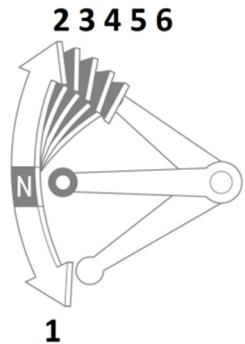

Рисунок 3.6
Мотоцикл имеет пять или шесть передач, в зависимости от модели двигателя (см. рис.3.6). Рычаг переключения передач 5 (фото 2.1) находится на левой стороне двигателя. Первая передача включается вниз, остальные наверх. Нейтральная передача находится между первой и второй передачами. Пожалуйста, проверьте этикетку на двигателе для определения правильного порядка переключения передач.
3. Нажмите на рычаг переключения передач вниз (рис. 3.6), в положение первой передачи.
5. Набрав скорость, ручкой акселератора 1 закройте дроссельную заслонку, выжмите рычаг сцепления 8 (фото 2.3) и переместите рычаг переключения передач вверх (рис. 3.6) в положение второй передачи.